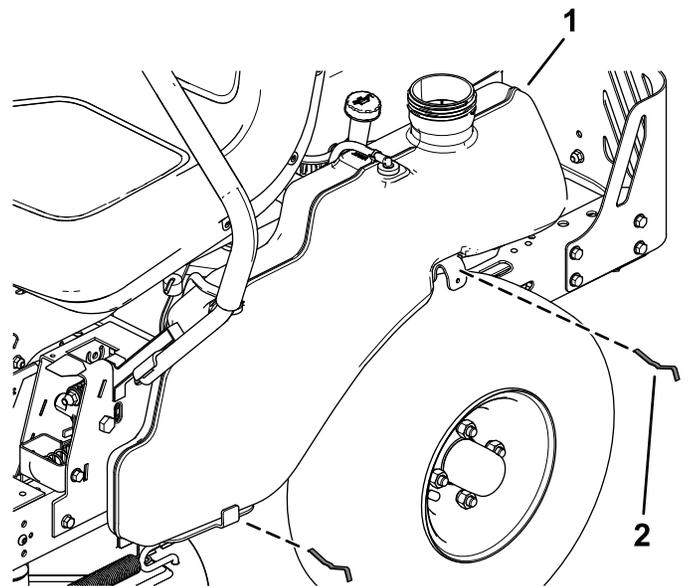

Bild 3
2. Nehmen Sie die zwei Kraftstofftankclips von der Unterseite des Kraftstofftanks ab und drehen Sie den Kraftstofftank zur Seite (Bild 3).
7. Drehen Sie den Kraftstofftank wieder in die richtige Stellung und befestigen Sie ihn mit den vorher entfernten Kraftstofftankclips (Bild 3).